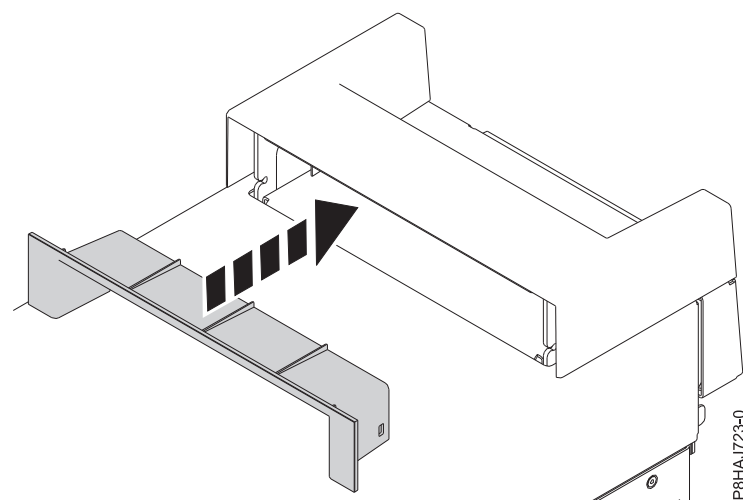

Figura 26. Inserción de la pieza en la tapa de asa en un sistema 8286-41A autónomo
2. Inserte la pieza en la tapa de asa presionándola con firmeza, tal como se muestra en la Figura 26.